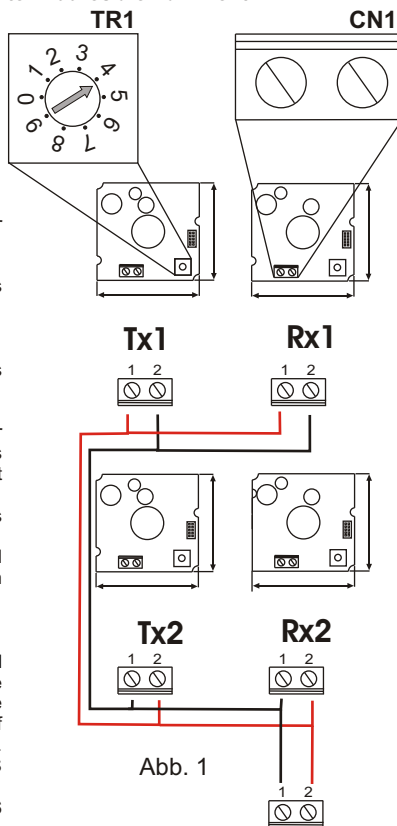

Abb. 1
- Die zwei Kabel des Senders (TX) auf den Verbinder CN1 des Empfängers, wie in Abb.1 bringen.
- Den Empfänger befestigen und darauf achten, dass er sich in frontaler Position, auf der gleichen Achse und auf der gleichen Höhe seines Senders befindet. Auf dem TR1 des Empfängers (RX) den gleichen Wert des TR1 Senders (TX) einstellen.